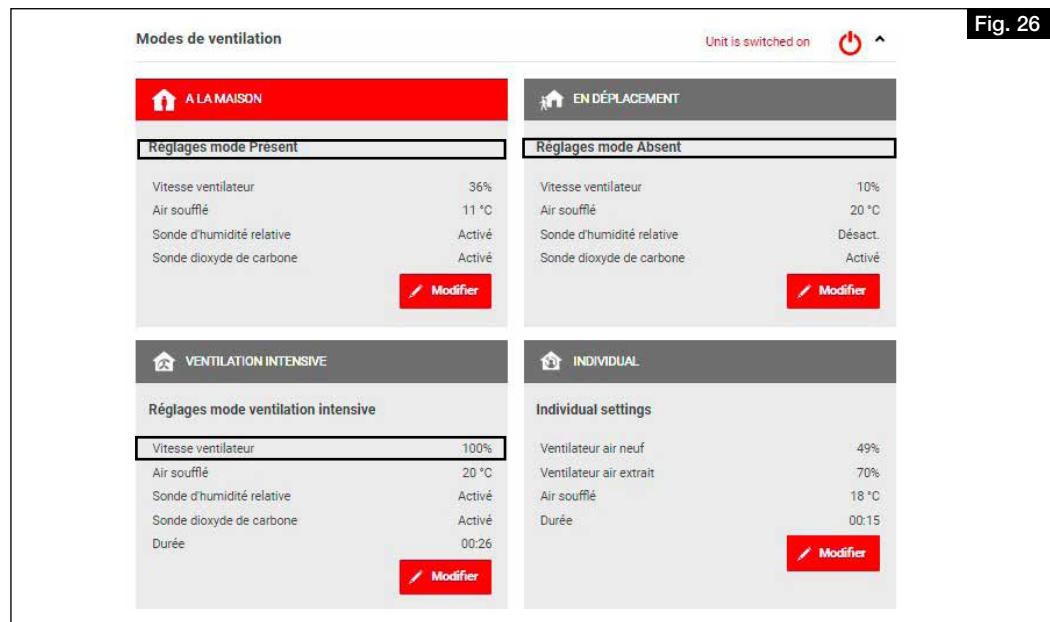

Fig. 26
2. À l'intersection des débits volumiques avec la courbe caractéristique du système, les performances du ventilateur à régler (en%) du profil de ventilation peuvent être lues approximativement. Il convient de les saisir dans le profil de ventilation correspondant à l'aide du logiciel easyControls ou de la commande KWL-BE Touch (voir Fig. 25 et Fig. 26).